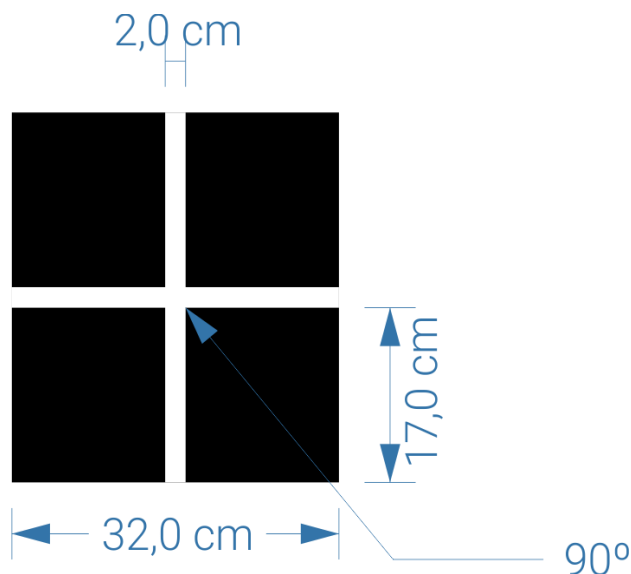

Figura 1. Cruzamento.
- IV. Quando houver um cruzamento, o ângulo de interseção das linhas será de $(90,0^\circ \pm 5,0)^\circ$. Haverá, no mínimo, 17,0 cm de percurso reto antes e depois de um cruzamento (Figura 1);